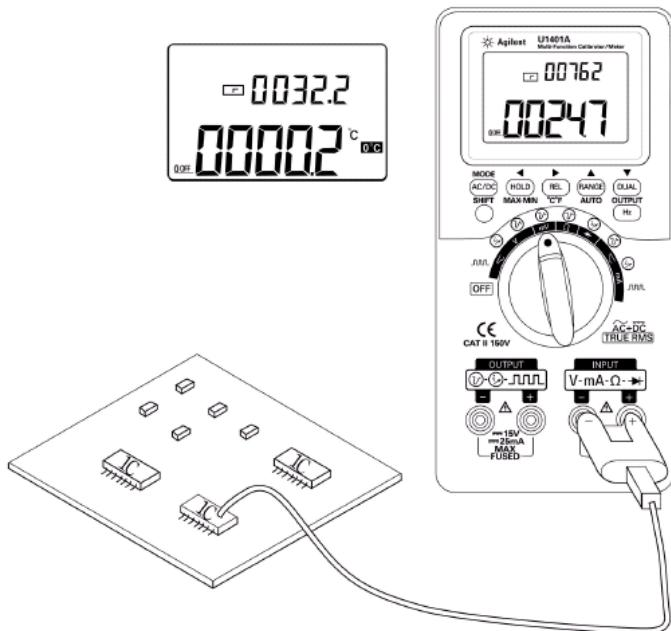

Рис. 3-4 Измерение температуры поверхности
4. Вставьте во входные гнезда термопарный адаптер с присоединенной к нему термопарой, как показано на рис. 3-4.